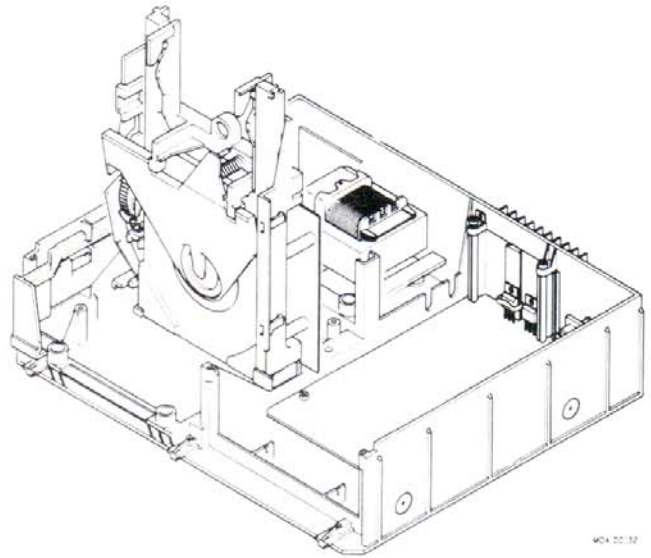

Fig. 3
(zie Fig. 3)
- Verwijder de schroef 4N x 10 en ring pos. 218 (zie exploded view van de kast) aan de achterzijde van het lademechanisme.
- De samenstelling lademechanisme/CDM/servo + pre.-ampl. print is nu uit het frame te nemen en is vertikaal op te stellen in de daarvoor voorziene servicesteunen in het frame (zie Fig. 3).
- Bij montage van de samenstelling lademechanisme/CDM/servo + pre.-ampl.print dient erop gelet te worden dat de ophangrubbers en veren pos. 222 en 221 (zie exploded view van de kast) aanwezig zijn.